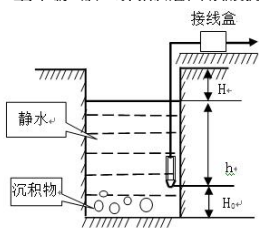
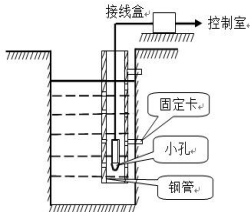

图 2
图 3
- a) 在水池中的安装方法见图 2。为防止水泵打水时的冲击力抖动变送器和损坏变送器，变送器应远离液体出入口安放。否则应采用图 3 所示的方法，用钢管保护。
- b) 在深井中的安装见图 3，一般用插钢管的方法。要求钢管不能打弯，内径必须大于变送器的外径，在钢管的不同高度上打若干小孔，方便水通畅进入管内。必要时，可在变送器上缠绕钢丝，用钢丝上下提动，以免拉断电缆线。